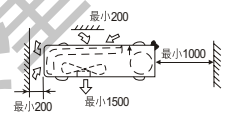

图4 机器户外部分所需空间
- (1) 安装场所必须满足如下要求:
- 确定机器四周留有充分空间, 并尽可能地远离障碍物, 以便操作和维修, 见图4。